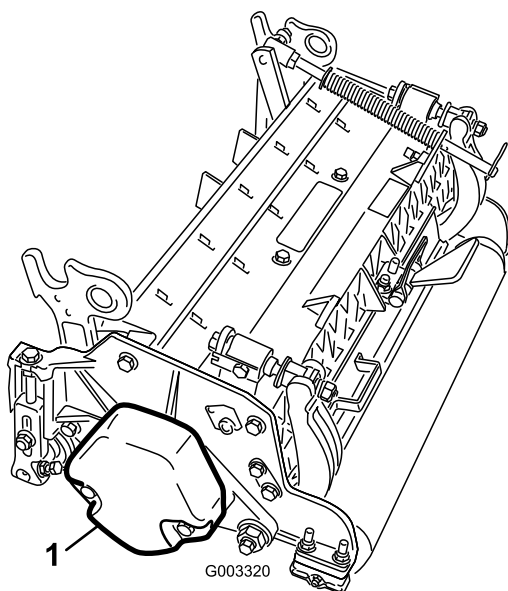

Figura 15
1. Nas unidades de corte n° 2, n° 4 e n° 6, remova os 2 parafusos que prendem o contrapeso à extremidade esquerda da unidade de corte. Remova o contrapeso (Figura 15).